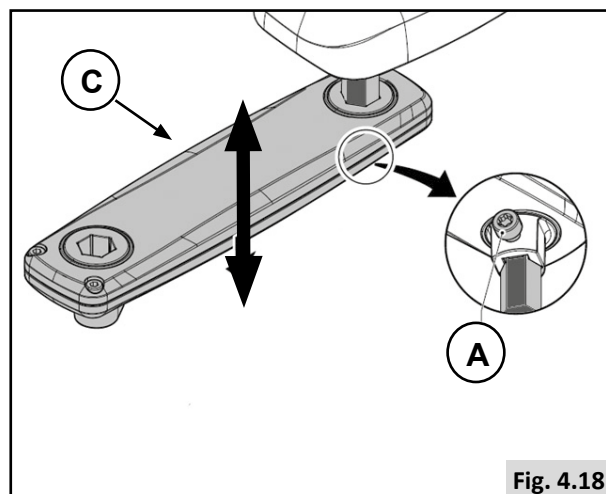

Fig. 4.18
Vooraf instellen van de diepte van de bediening (1) (Fig. 4.18).
1. Maak de losser (A).
2. Schuif (C) in de gewenste positie.
3. Vastdraaien (A).